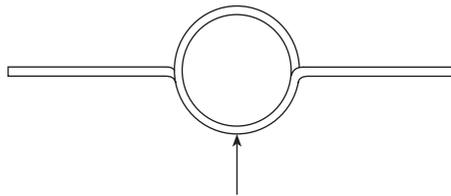

Fig. 11
2. Retirar la sonda (si está instalada) y colocar un par de alambres de centrado en el extremo de la varilla de la sonda, a 90° uno del otro y a un máximo de 10 mm (3/8") del extremo de la varilla - ver Fig. 11 y 12.